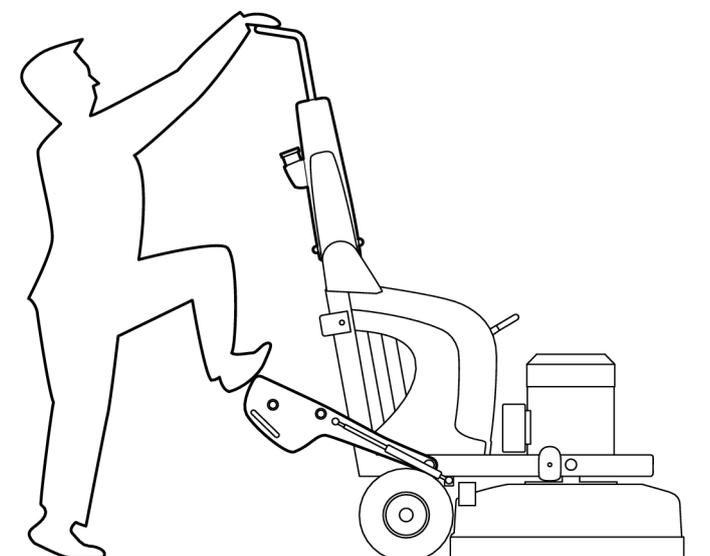

Figure 4-9. Pied sur poids
2. Rabattez les poids en arrière et placez un pied sur un des poids, voir Figure 4-9, page 21.